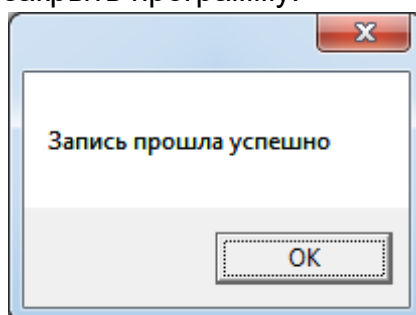

Рис.4. Завершение настройки.
3.1.6. Нажмите кнопку «**Записать**». После появления окна (рис.4) нажать кнопку «ОК» и закрыть программу.